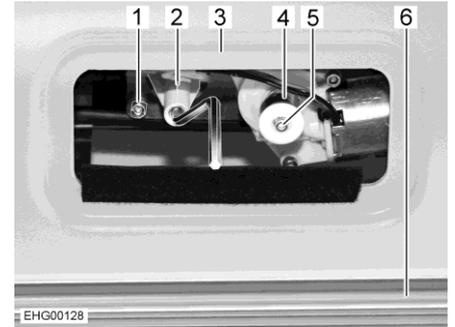

Fig. 34 Accès au moteur
- Retirer le cache amovible via le revêtement du pare-brise (Fig. 34,3). Le moteur (Fig. 34,1) est désormais accessible.
- Retirer la douille (Fig. 34,4).
- Appuyer sur le bouton de sécurité blanc (Fig. 34,5) et le maintenir enfoncé.
- Placer la manivelle dans le logement prévu à cet effet (Fig. 34,2).
- Déplacer le dispositif occultant plissé (Fig. 34,6) vers le haut ou le bas à l'aide de la manivelle.
- Lorsque les deux barres-poignées ont été déplacées hors du champ de vision : relever le bouton de sécurité (Fig. 34,5).